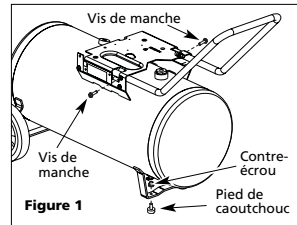

Figure 1
- Introduire le manche à travers le couvercle de protection et dans la plaque de base tel qu'indiqué sur la Figure 1. Le manche doit s'ajuster dans les ouvertures spéciaux dans la plaque de base.
Insérer les poteaux filetés des pieds de caoutchouc dans les trous de la fixation avant. Bien resserrer avec des écrous de serrage (Voir Figure 1).